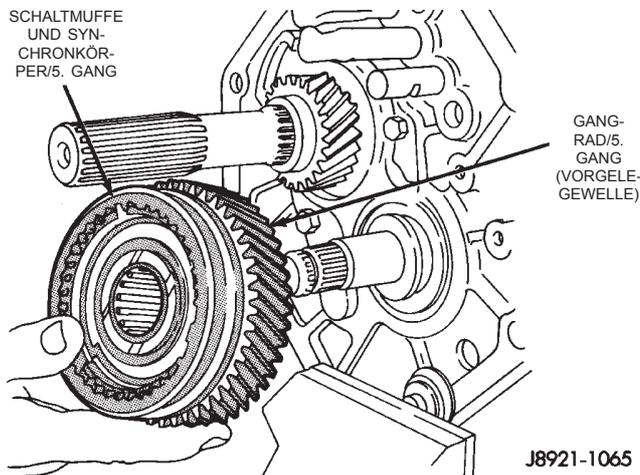

Abb. 58 Gangrad und Synchroneinrichtung/5. Gang ausbauen
(10) Gangrad und Synchron einrichtung für den fünften Gang von der Vorgelegewelle abnehmen (Abb. 58).